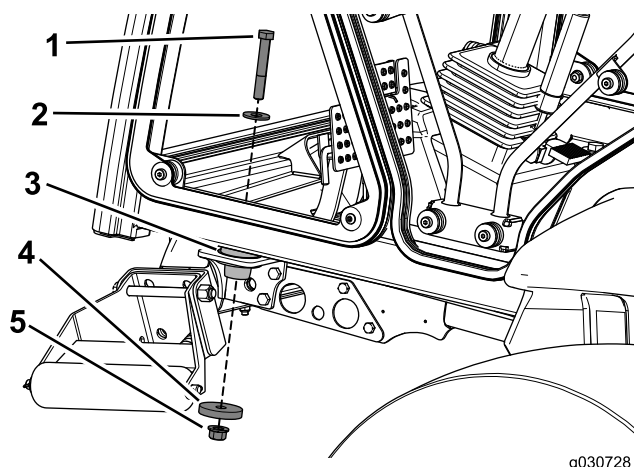

Figure 28
6. Utilisez un boulon (1/2 x 3-1/4 po), une rondelle (1-3/8 po), une rondelle (2-1/4 po) et un contre-écrou (1/2 po) pour fixer la cabine aux supports avant sur la machine (Figure 28).